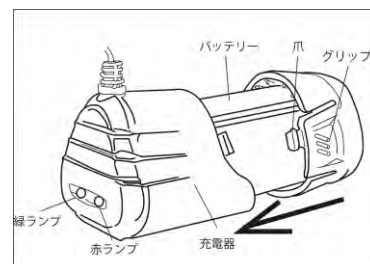
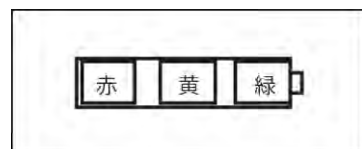

図2
図3
①24. 充電器のプラグをAC100Vコンセントに挿入してください。24. 充電器の緑ランプが点灯します。
②19. バッテリーを充電器の溝に向きを合わせてはめ込み、奥まで確実に挿入してください（図2参照）。
③24. 充電器の赤ランプが点灯している時は充電中、緑ランプが点灯すると充電完了です。充電完了後は、すぐに24. 充電器から19. バッテリーを引き抜き、24. 充電器のプラグをAC100Vコンセントから抜いてください。
④電動ラチェットレンチ本体に19. バッテリーを挿入後、15. トリガーを押すとバッテリー残量が12. インジケータに表示されます。赤黄緑の12. インジケータが点灯で満充電、赤ランプのみの点灯になると残量が減っているので、19. バッテリーの充電をしてください（図3参照）。